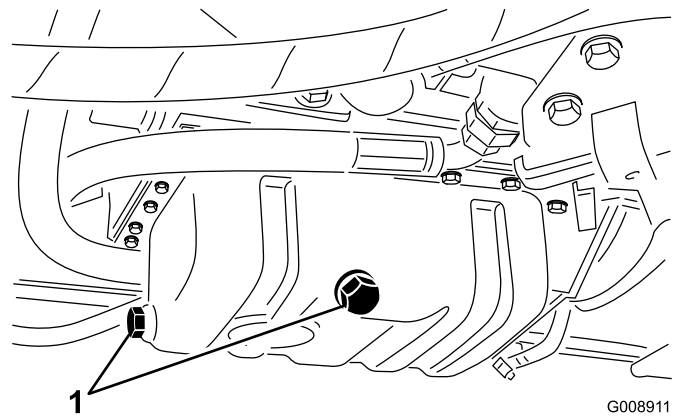

Bild 52
1. Entfernen Sie die Ablassschraube (Bild 52) und lassen Sie das Öl in die Auffangwanne ab.